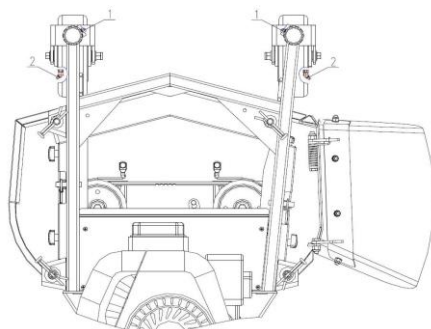

Figure 7
- Arrêtez le moteur, attendez l'arrêt de toutes les pièces mobiles et retirez la clé. Voir la figure 7.